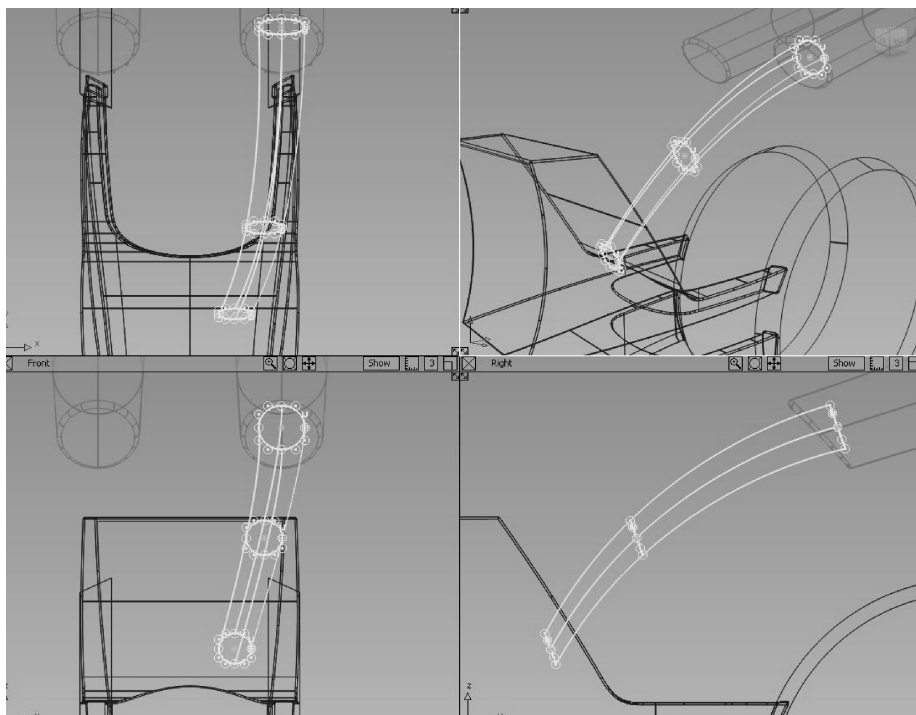

图 10-52 制作烟囱管
- 03 下面制作烟囱管及沙盖。选择【New Curve】工具，生成如图 10-52 所示烟囱管道出入口的截面圆，然后选择【Skin Surface】工具，选择烟囱管线生成曲面。